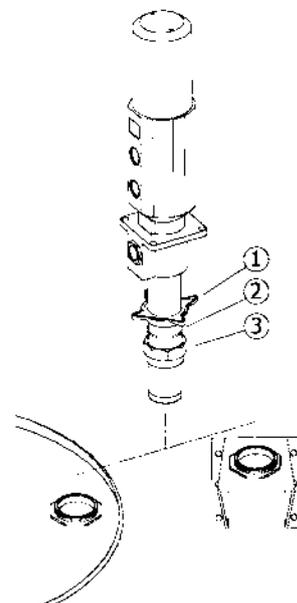

Fig. 2
These pumps can be mounted directly on drums, tanks, or on a wall bracket fitted with a 2" bung (Fig 2). Loose the star nut (1) of the bung adaptor to remove the inferior nut (3), and screw this into the 2" bung opening of the drum or bracket. Place the star nut (1) and the ring (2) on the suction tube. Introduce the pump through the opening and fasten the assemble at the desired height by tightening the star nut (1).
Las bombas pueden ser montadas directamente sobre bidones, cisternas o sobre un soporte mural que dispongan de rosca 2" BSP H (Fig. 2). Afloje la tuerca en estrella (1) del adaptador para extraer la parte inferior del mismo (2) y rosclarla en el brocal de 2" del bidón o del soporte. Coloque la tuerca en estrella (1) y el anillo (2) del adaptador en el tubo, introduzca la bomba por el brocal y apriete el conjunto a la altura deseada.